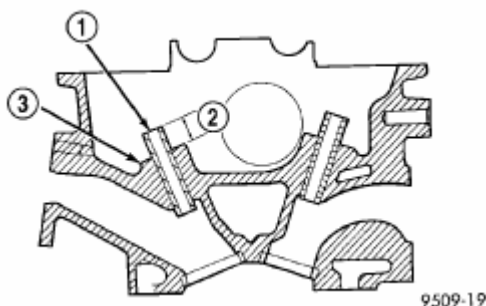

Рис. 8. Высота выступания клапанной втулки.
- (5) Проверь высоту выступания клапанной втулки в сторону пружины (Рис. 8).